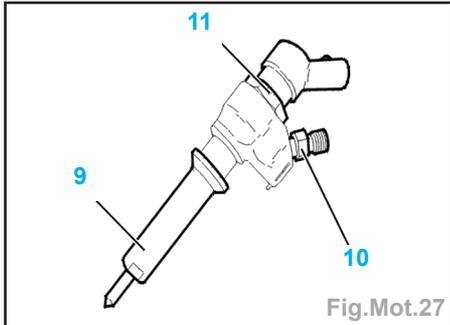

Fig.Mot.27
- Ne pas manoeuvrer l'écrou (11) (dysfonctionnement) (Fig.Mot.27).
- Ne pas détacher le raccord d'entrée haute pression carburant (10).